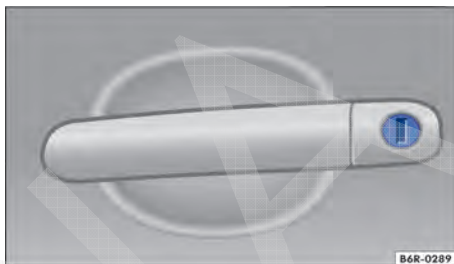

Fig. 129 Maçaneta da porta do condutor com cilindro da fechadura.
- Introduzir a haste da chave no cilindro da fechadura e destravar ou travar o veículo → Fig. 129.